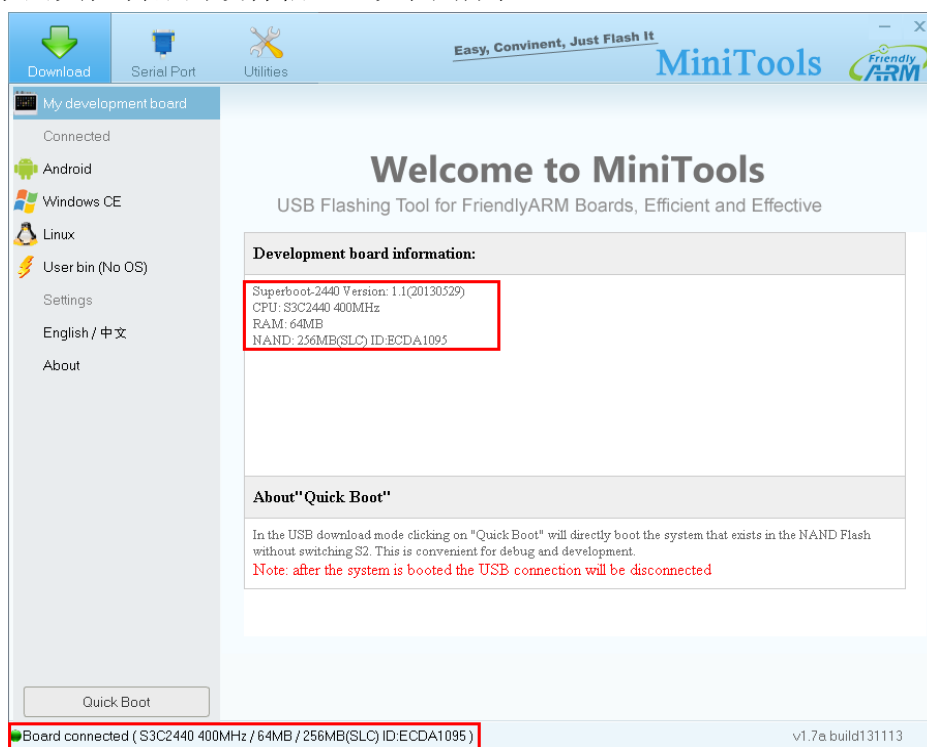

图8 连接显示界面
- ② 在PC机上安装MiniTools软件，运行MiniTools，软件的左下角提示已连接，界面中显示网关控制器的硬件信息，如图8所示。